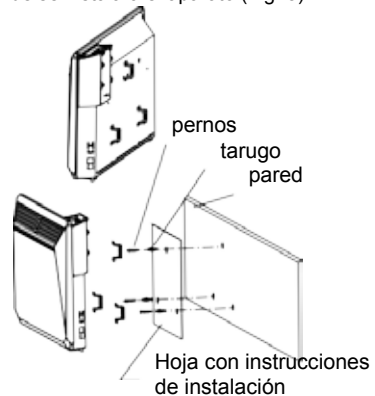

Fig. 5
- Saque la ficha con las instrucciones de instalación (A) de la caja y póngala en la pared en el lugar donde se instalará el aparato (Fig. 5).